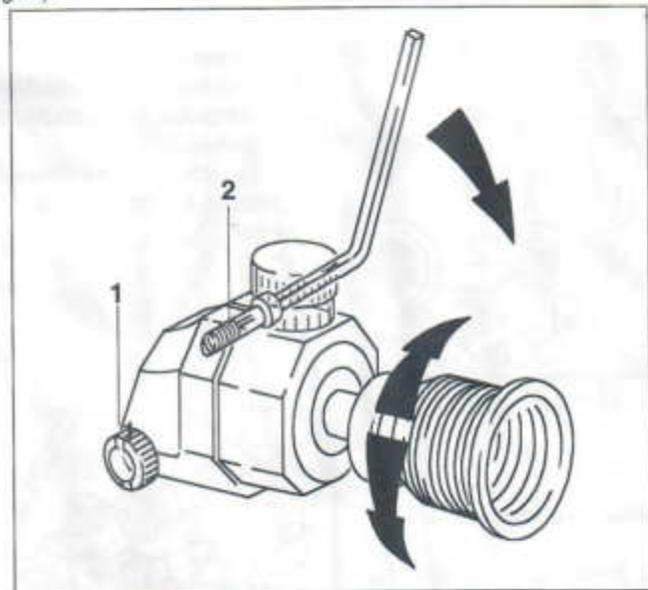

Fig.11
Nach dem Lösen der Rändelschraube ❶ kann das Diopter in der Längsrichtung verschoben werden. Zum Ausgleich des Verkantens kann das Diopter geschwenkt werden. Die Zylinderschraube ❷ wird mit einem Winkelschraubendreher gelöst (Fig.11).